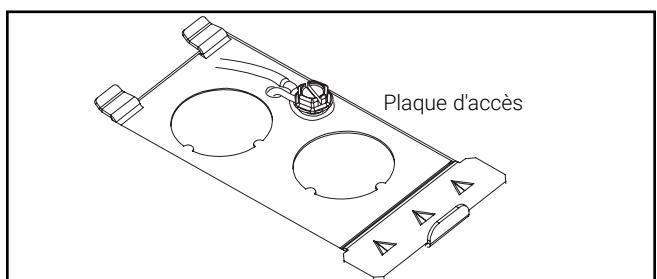

Figure 4.
5. Retirez la plaque d'accès électrique et retirez les pièces défonçables de la plaque d'accès pour attacher le câble d'alimentation électrique (Figures 4 et 5).
Dénudez au moins 2,5 cm (1 po) du conducteur de mise à terre (si isolé). Insérez le bout du fil dans le petit trou. Enroulez le fil sous la tête de vis et autour de celle-ci dans le sens anti-horaire (Figure 4). Serrez la vis.